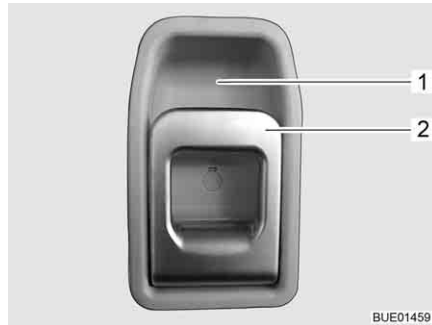

Bild 37 Dörrlås ingångsdörr, insida
- Öppna:** ■ Drag i handtaget (Bild 37,2). Dörrlåset låses upp.
- Låsa:** ■ Tryck handtagets (Bild 37,2) övre del i riktning mot greppkåpan (Bild 37,1).